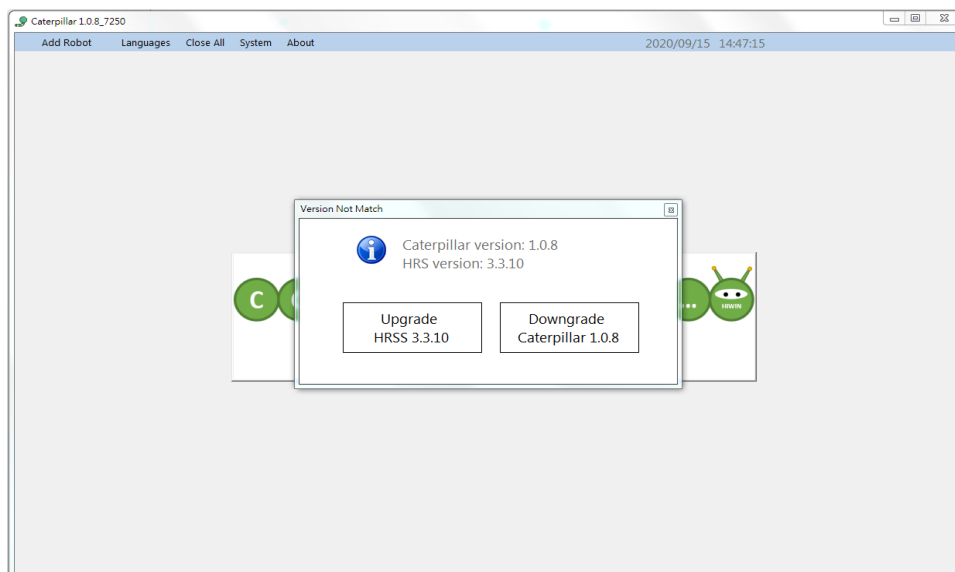

図 2-25 ソフトウェアバージョンが異なる選択方法の画面図
2. 新しいバージョンの Caterpillar を開き、古いバージョンのマニピュレーターを接続すると、図 2-25 のように HRSS を更新するか、Caterpillar をダウンロードするかが自動的に表示されます (HRSS 3.3.10 と Caterpillar 1.0.8 以上をサポート)。